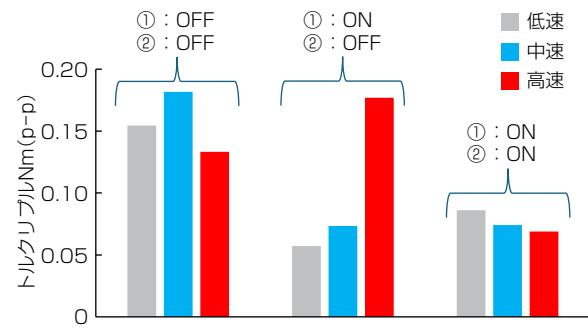

図2-トルクリップル実測結果
空間高調波に起因するトルクリップルを抑制する補償電流として、従来の電流-トルク脈動の関係に基づく補償項①に、電圧-電流脈動の関係に基づく補償項②を新たに加えたことである。この制御法を車載用モーターで実機実証した結果、低速から高速回転時までトルクリップルを抑制することを確認した(図2)。